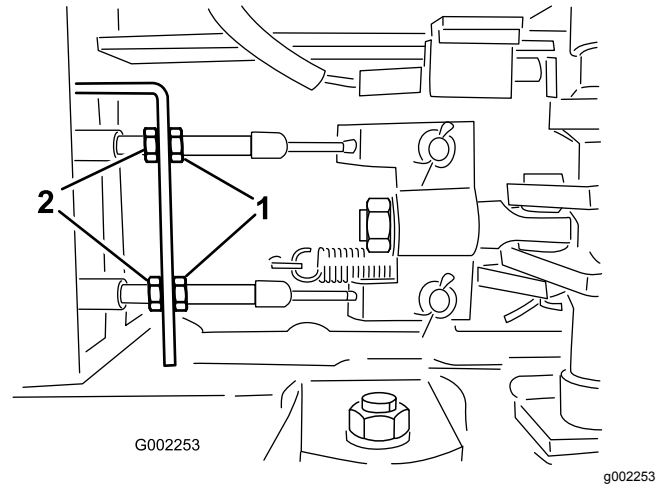

图 87
5. 松开打药车前端下面的刹车线上的前螺母图 87。
6. 均匀地旋紧后螺母、直至刹车踏板移动 12cm 时即感觉到阻力图 87。